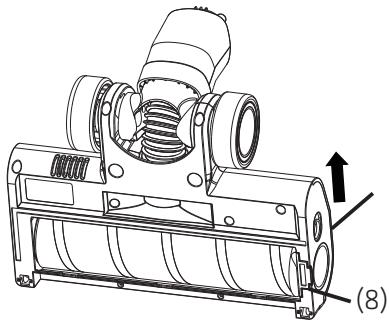
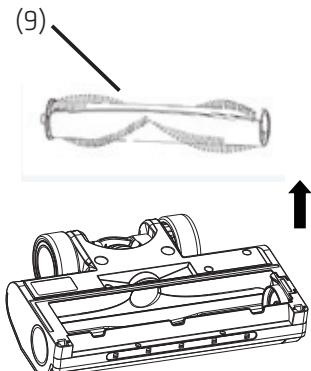

Fig. 6-6a
Fig. 6-6b
6) Om det finns hår i golvborten, tryck på frigöringsknappen (8) på sidan av golvborten och tryck sedan på rullborstens frigöringsflik (7) enligt bilden nedan för att öppna rullborstens lock och ta sedan bort rullborsten (9). (se fig. 6-6a/see fig. 6-6b)